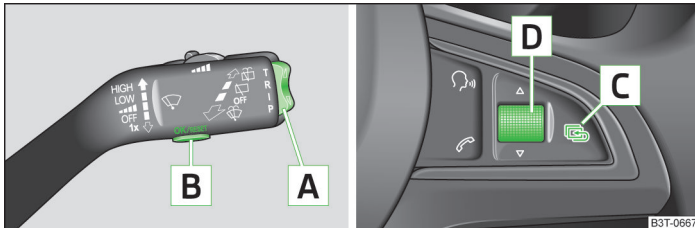

Abb. 7 Tasten/Einstellrad: am Bedienungshebel / am Multifunktionslenkrad
Nach dem Drücken der Taste  » Abb. 7 auf Seite 20 wird die Angabe angezeigt, die zuletzt angezeigt wurde.
- ▶ Die Taste **[B]** bzw. das Einstellrad **[D]** » Abb. 7 auf Seite 20 kurz drücken.